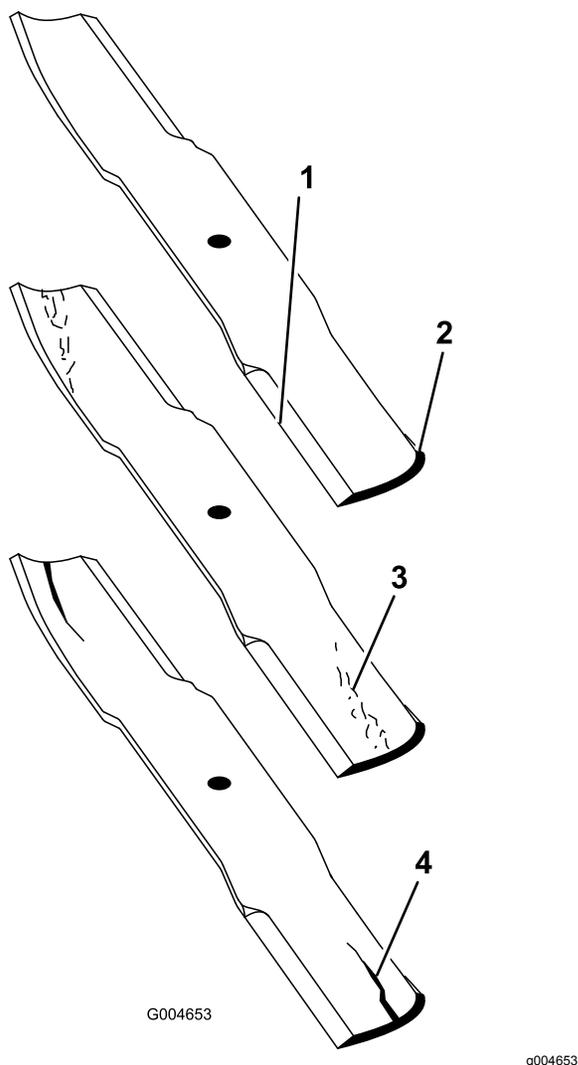

Рисунок 79
3. Осторожно проверьте режущие кромки ножей, особенно в точке соединения плоской и изогнутой частей ножа (Рисунок 79).
ножа. В случае обнаружения износа (Рисунок 79) замените нож.